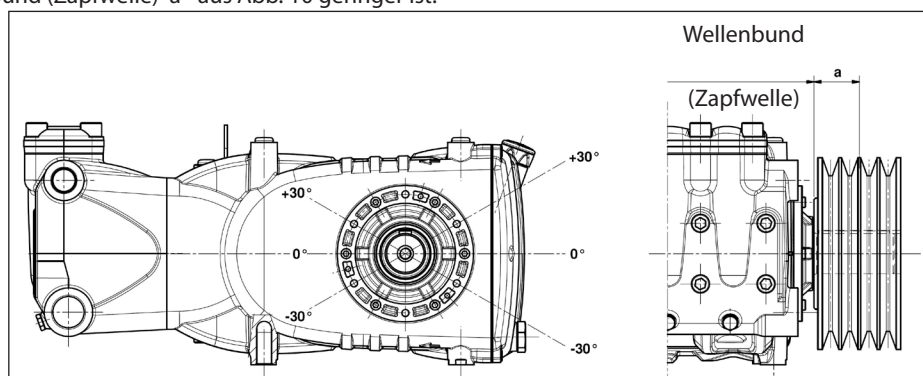

Abb. 10
Mindestdurchmesser der angetriebenen Riemenscheibe (auf der Pumpenwelle): ≥ 250 mm. Die radiale Belastung der Welle darf 7500 N (für die Definition der Anordnung erforderlicher Wert) nicht übersteigen. Der Antrieb gilt als richtig bemessen, wenn die Belastung bei einem maximalen Abstand $a=40$ mm vom Wellenbund (Zapfwelle) angewandt wird, siehe Abb. 10.
- b) Verwenden Sie Hochleistungsriemen - zum Beispiel **XPB** statt **SPB** - da hierbei weniger Riemen bei gleicher Leistungsübertragung benötigt werden und der Abstand zum Wellenbund (Zapfwelle) "a" aus Abb. 10 geringer ist.